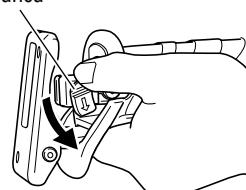

Fig. 3
- (2) Empuje la palanca en la dirección de la flecha indicada en la Fig. 3 y marcada en la misma. Si gira el manguito del sujetador hasta la mitad conseguirá asegurarlo automáticamente.
- (2) Despues de haber empujado la palanca en la dirección de la flecha mostrada en la Fig. 3, gire la hoja de manera que quede dirigida hacia abajo. La hoja debe caer por su propio peso. Si la hoja no cae, extrágala con la mano.